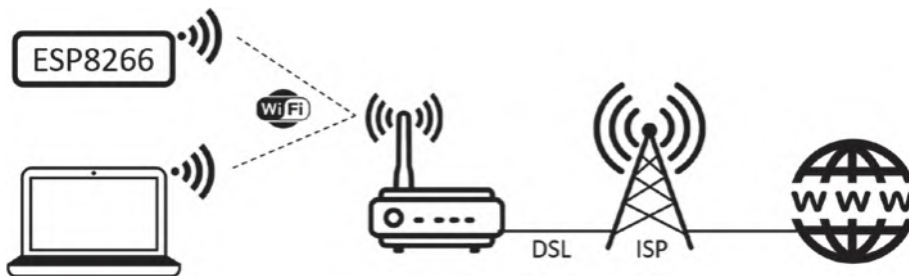

Рисунок 8-1. Клиент, интернет-провайдер и WWW
Устройства подключаются к беспроводной локальной сети (WLAN) с помощью Wi-Fi (см. главу 7 «Беспроводная локальная сеть»). Маршрутизатор, подключенный к интернет-провайдеру (Internet Service Provider, ISP) через телефонную линию с использованием технологии DSL (Digital Subscriber Line, *цифровая абонентская линия*), обеспечивает доступ в интернет (см. рис. 8-1). Интернет образован взаимосвязанными компьютерными сетями, использующими набор интернет-протоколов TCP/IP, состоящий из протокола управления передачей (TCP) и интернет-протокола (IP). Главная часть интернета, Всемирная паутина (WWW), определяет информационные ресурсы по URL-адресам. Клиент или веб-браузер, такой как Google Chrome или Mozilla Firefox, отправляет HTTP-запрос на серверное устройство, на котором размещен ресурс для получения информации по веб-адресу, определяемому URL. Сервер отвечает на HTTP-запрос клиента, и клиент отображает запрошенную информацию о веб-странице на планшете или мобильном телефоне Android. Клиент должен запрашивать информацию о веб-странице с сервера, так как сервер не может навязывать обновления клиенту. Исключением является WebSocket, как обсуждается в главе 9.